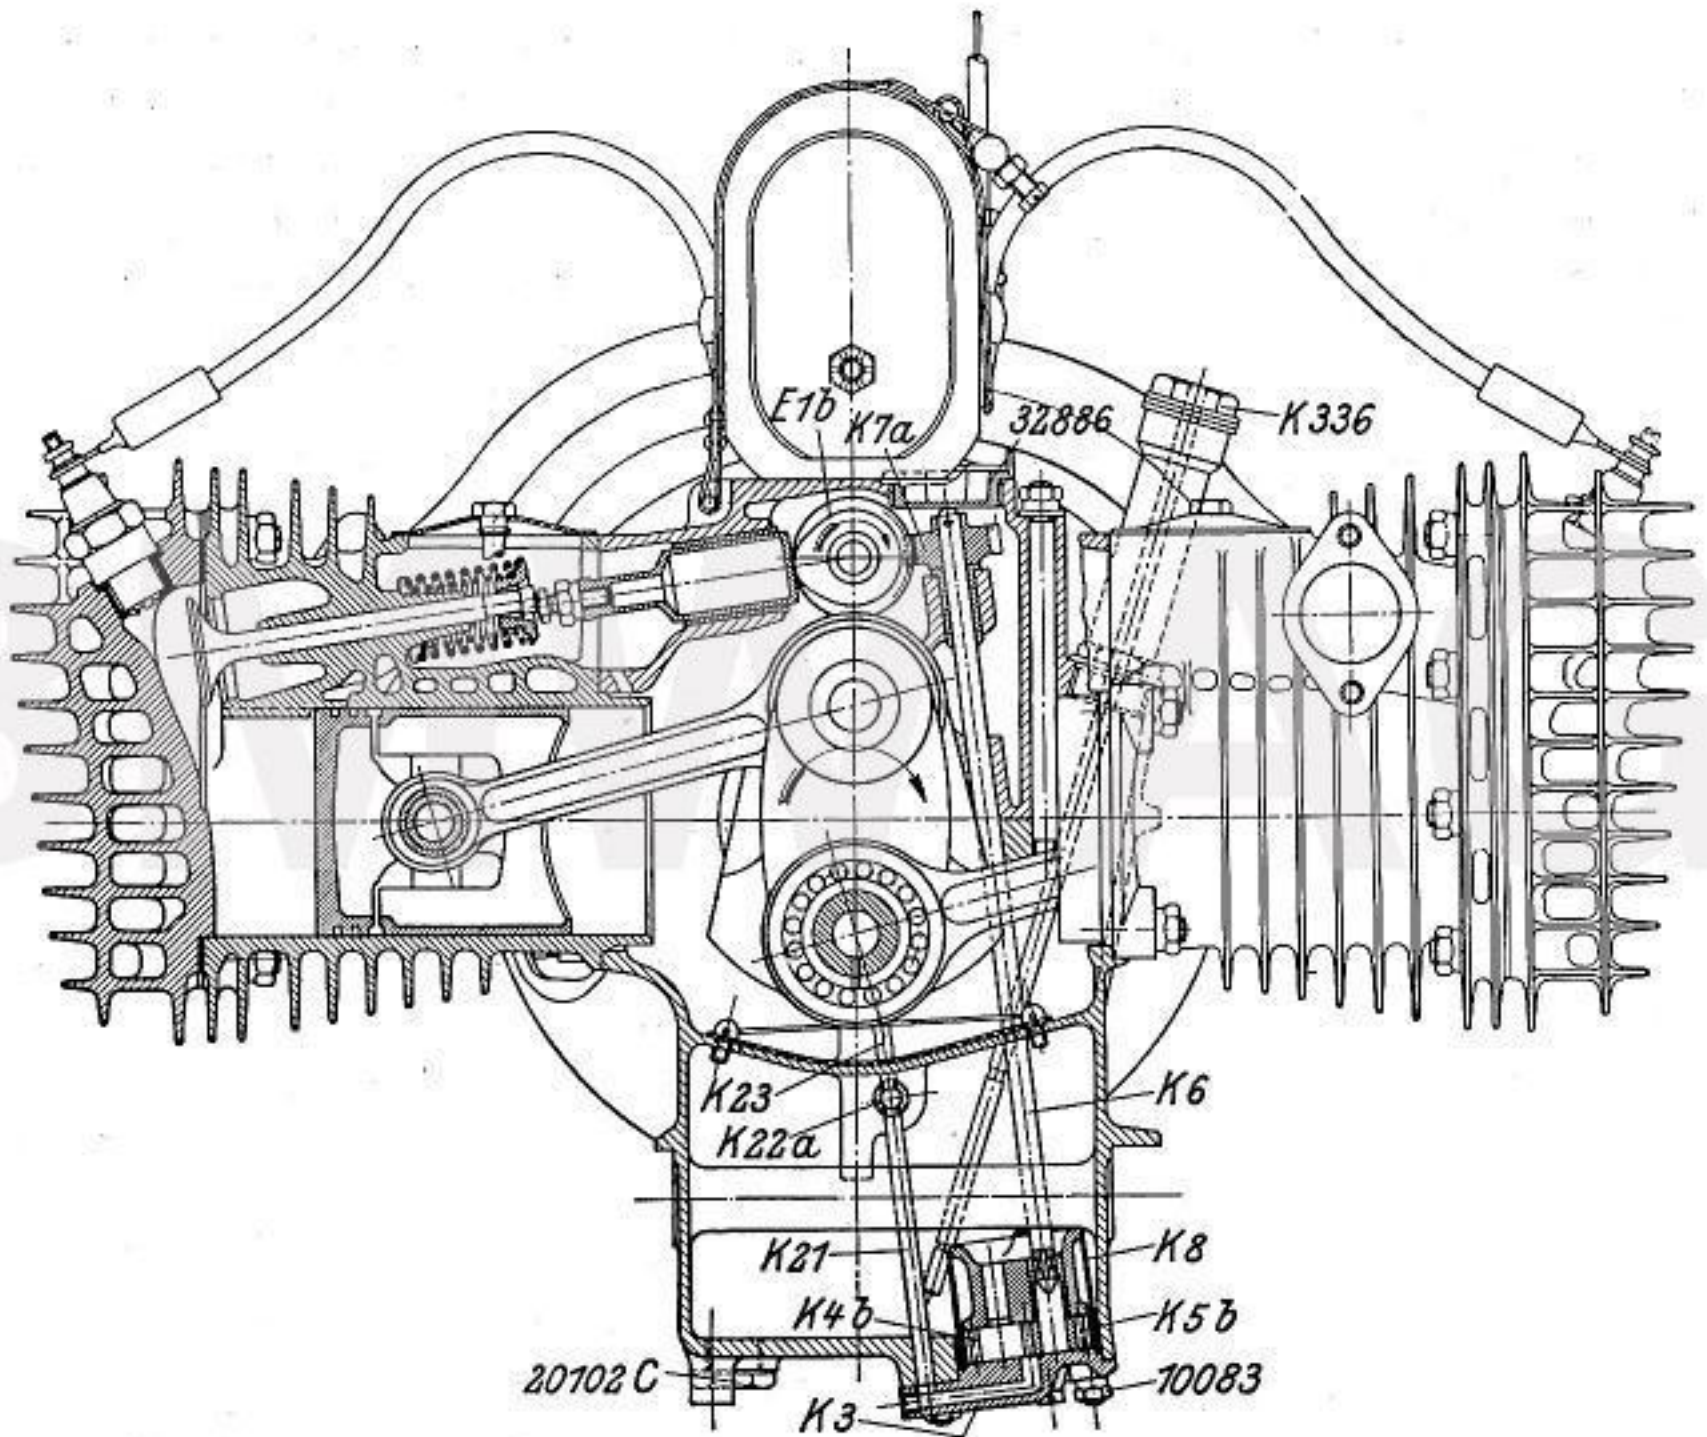

Abb. 15 Tourenmotor mit teilweisem Querschnitt durch die Zylindermittle
Wichtig! Vor Auseinandernehmen der Motorgehäusehälften zuerst Verschlussschraube 32886 entfernen, dann Antriebswelle K 6 mit Schneckenrad K 7a mittels Flachzange herausziehen (Abb. 15).
9. Schmierung und Ölkontrolle: Die Schmierung erfolgt unter hohem Druck vollkommen selbsttätig wie bei einem neuzeitlichen Kraftwagenmotor, sodaß ausreichende Ölversorgung auch bei höchster Beanspruchung sichergestellt ist. Eine im Motorgehäuseunterteil eingebaute Zahnradpumpe (Abb. 15) saugt durch einen Seih K 8 das Öl durch die Tätigkeit der beiden Zahnräder K 5 b und K 4 b an, von denen das erstere mittels einer Welle K 6 und Schneckenrad K 7 a von der Schnecke auf